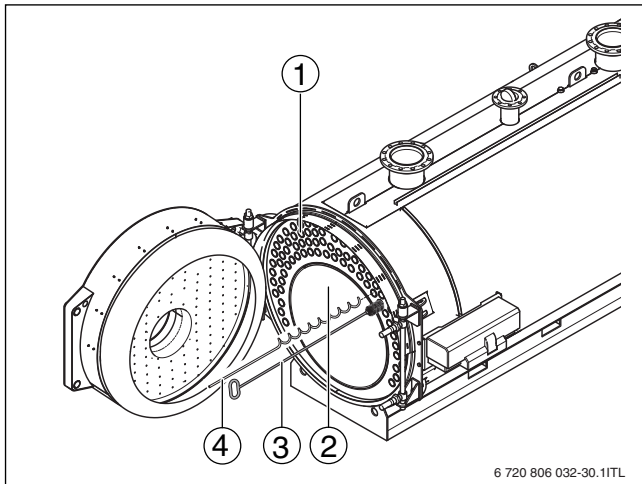

Рис. 29 Чистка поверхностей нагрева
- ▶ Удалите остатки продуктов горения из топочной камеры (→ рис. 29, стр. 30), газоотводящих каналов, а также из сборного коллектора дымовых газов и отвода конденсата.